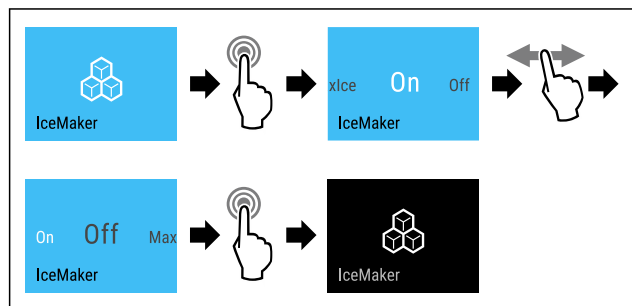

Fig. 20 Beispielhafte Darstellung mit aktiver Funktion IceMaker
- Handlungsschritte (siehe Fig. 20) durchführen.